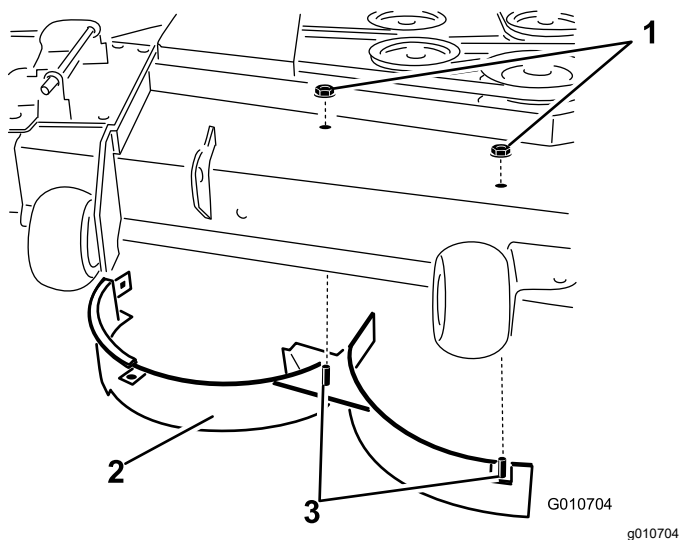

Figura 15
8. Îndepărtai cele 2 contrapiulie (5/16") fixate pe suporturile sudate ale deflectorului drept din partea superioară a punii mainii de tuns iarba, aflate în poziie centrală i la dreapta de centru (Figura 15)